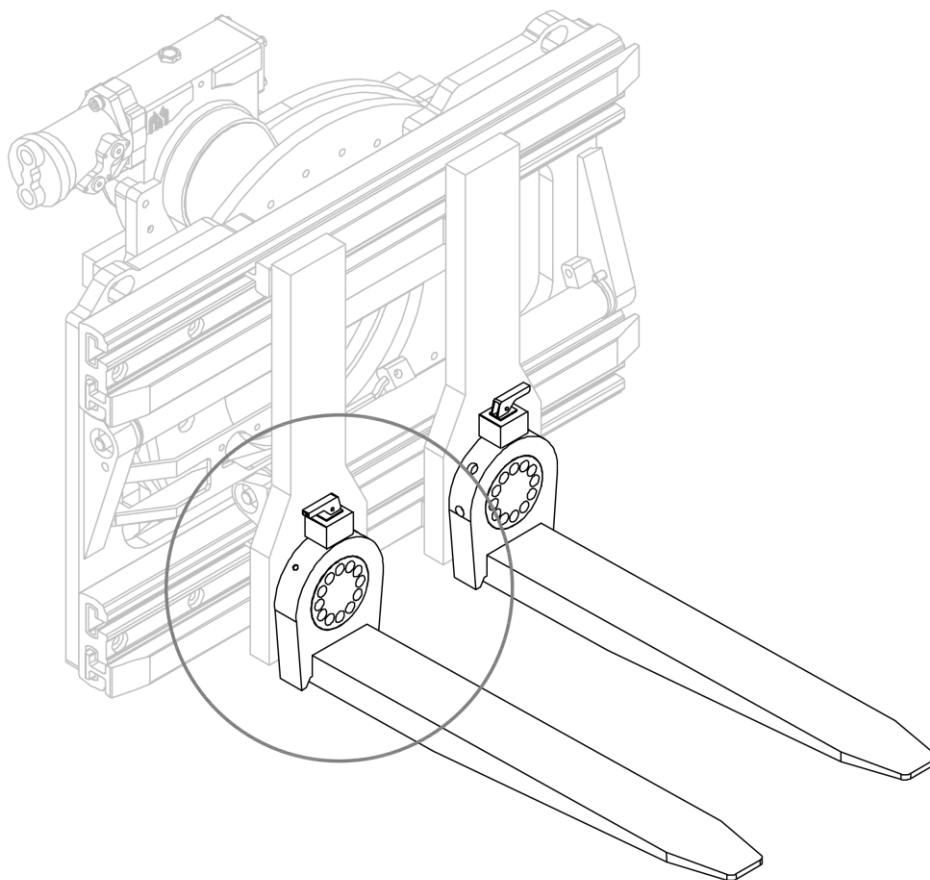
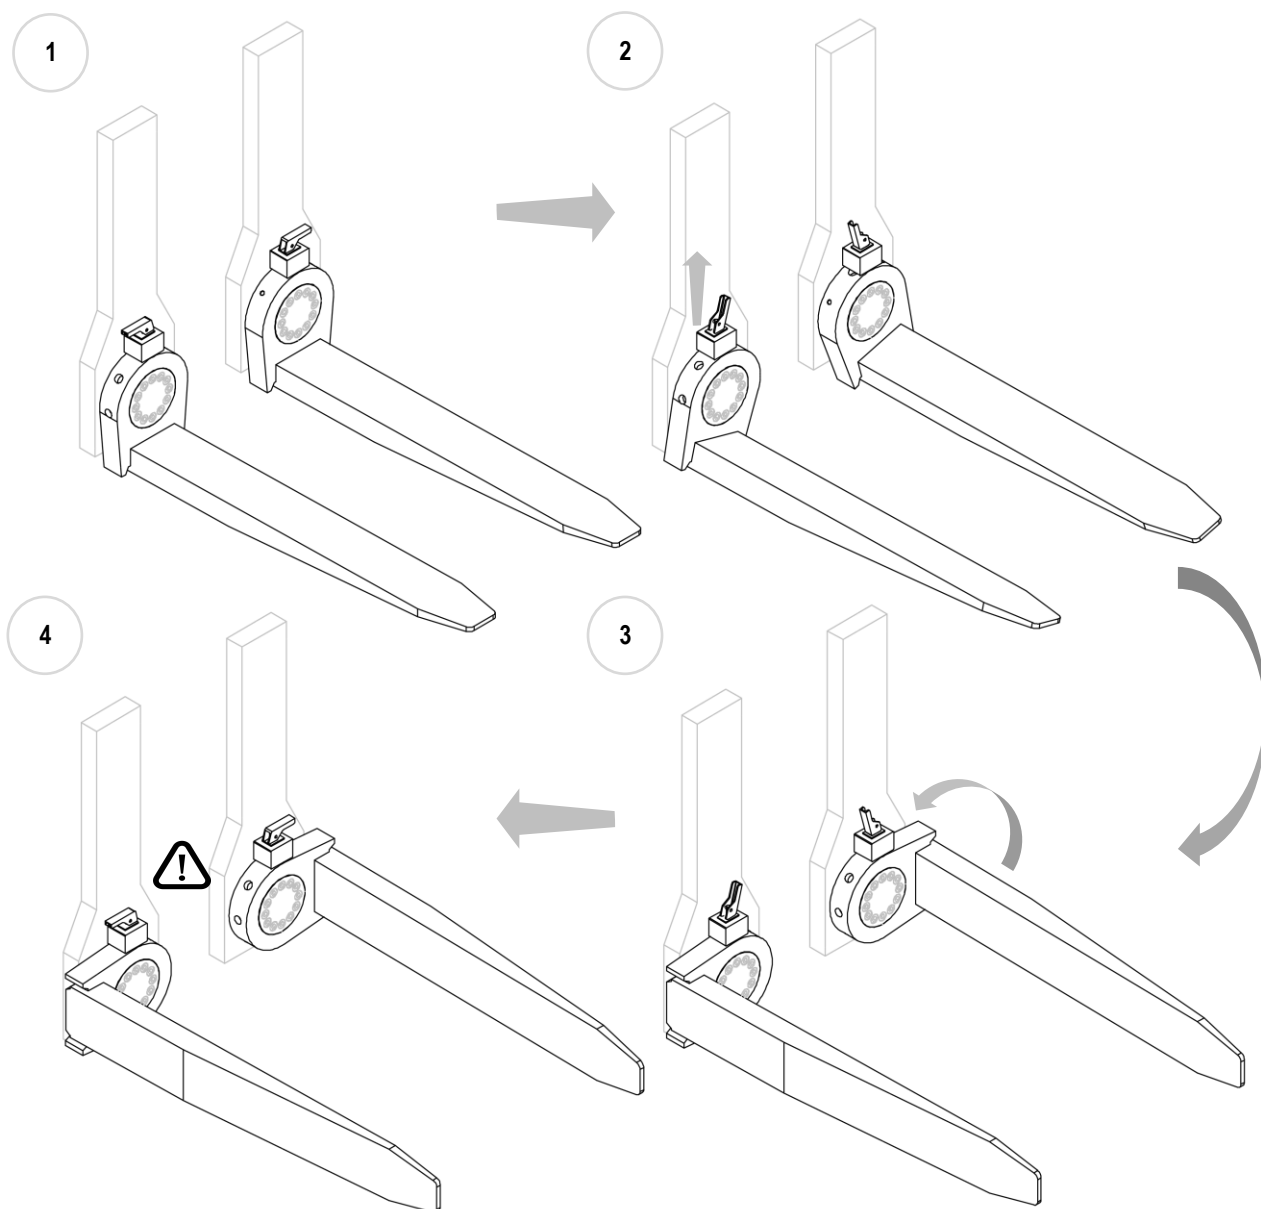

Figura 17
Figura 18
2. Mirar la *Figura 17* y la *Figura 18*.